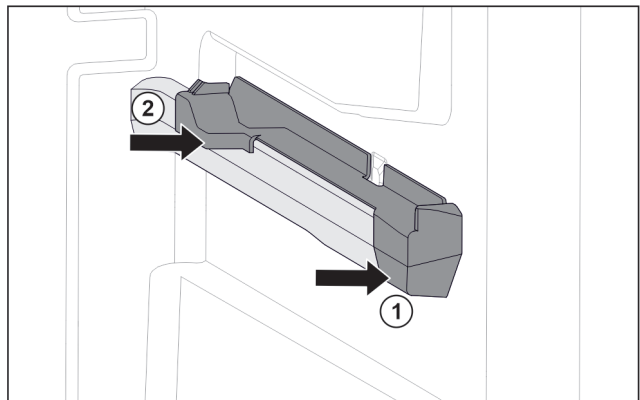

Fig. 154 Вставна частина на правому ребрі для резервуару
- ▶ Одягти вставну частину вперед на ребро резервуару. Fig. 154 (1)
- ▶ Притиснути вставну частину позаду. Fig. 154 (2)